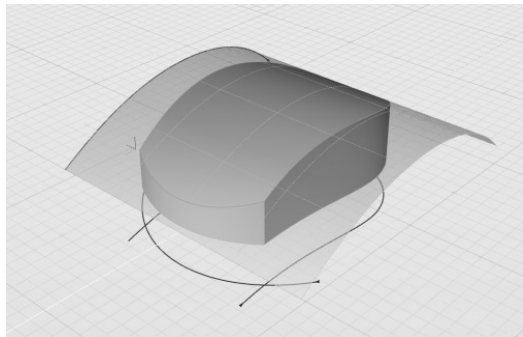

图 4-142 找到创建多面体的源对象曲面
1) 使用练习 (4.4.7_1) 中构建的模型, 在全局浏览器中选择图 4-142 所示的挤出曲面。